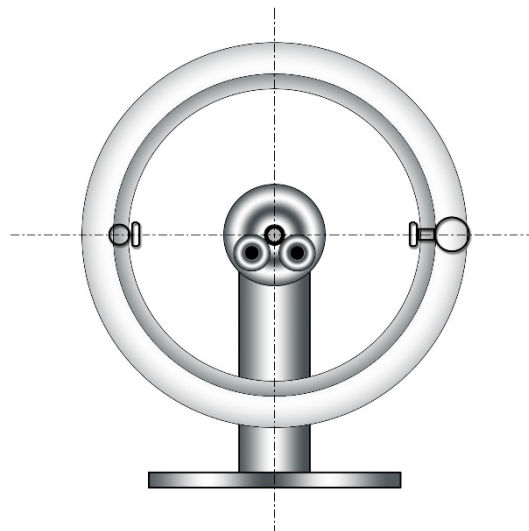

Abbildung 4 Matching
7. Entfernen Sie nun das angebrachte Wuchtgewicht (Schritt 5). Mit etwas Glück hebt sich die Unwucht der Felge ohne Reifen und der Felge mit Reifen aus. Um diesen Punkt zu erreichen drehen Sie den Reifen solange auf der Felge bis sich die Unwuchten gegenüberliegen. (Beide markierten Punkte wie in Abbildung 4 gezeigt liegen sich gegenüber). Nun wird das Komplettrad ausgewuchtet. Normalerweise benötigen Sie nur an einer der beiden